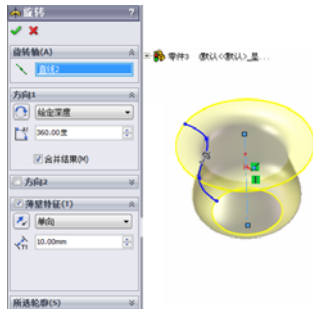

图 3-21 [旋转]属性管理器
3. 出现[旋转]属性管理器, 同时在右面的图形区域中显示生成的旋转特征, 如图 3-21 所示。